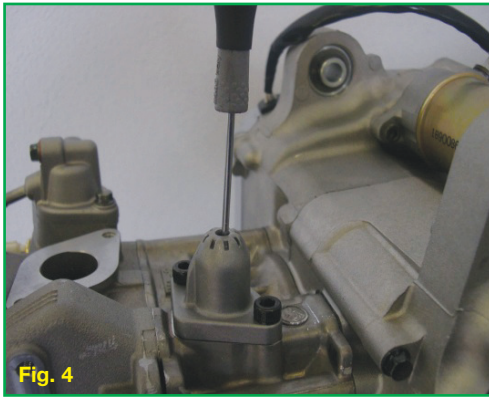

Fig. 4
- Ôter le capuchon du tendeur de chaîne et serrer la vis jusqu'en butée (Fig. 4).